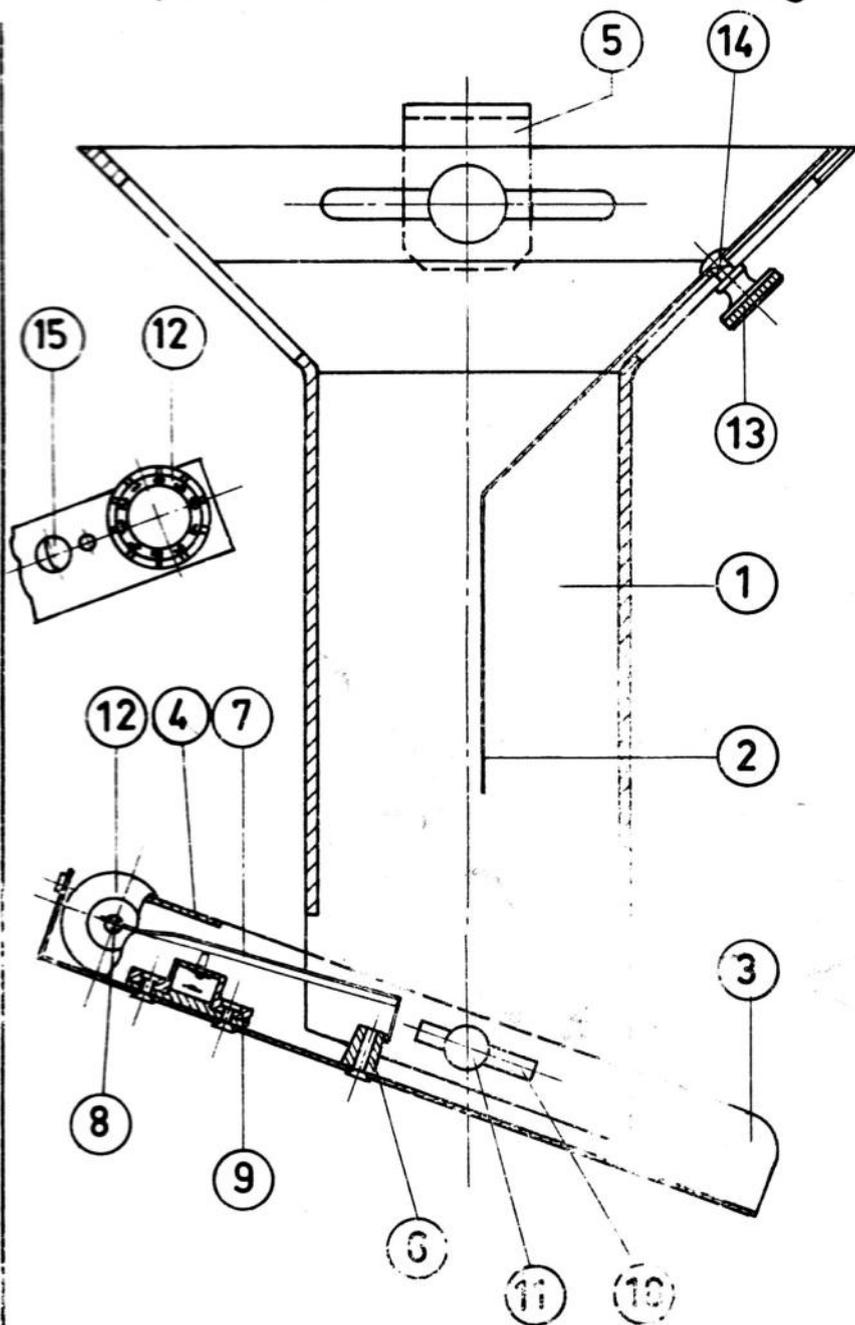

Abb. 9
6) Spritzteilausfallsicherung Abb.9